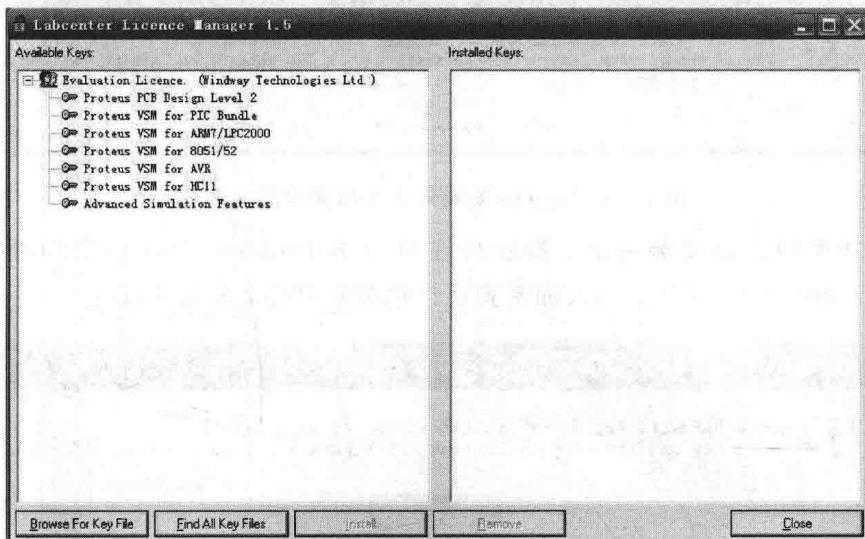

图 1-4 Proteus 安装 Licence Key 查找界面
② 点击“Next”进入 Licence Manager，进行 Licence Key 的安装，如图 1-4 所示。